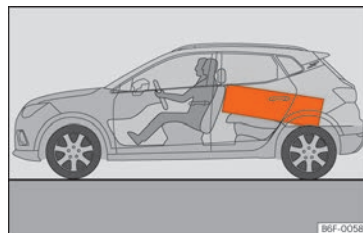

Fig. 161 Los objetos pesados deberían transportarse lo más adelante posible.
- Coloque los objetos pesados en la parte delantera del maletero, lo más al fondo posible »» **fig. 161**.